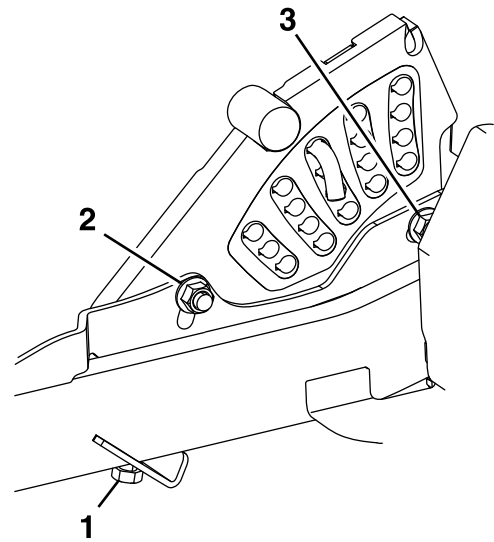

**Figura 77**
8. Haga pequeños ajustes, si es necesario, girando la tuerca de ajuste del conjunto de elevación delantero de la carcasa (**Figura 77**).